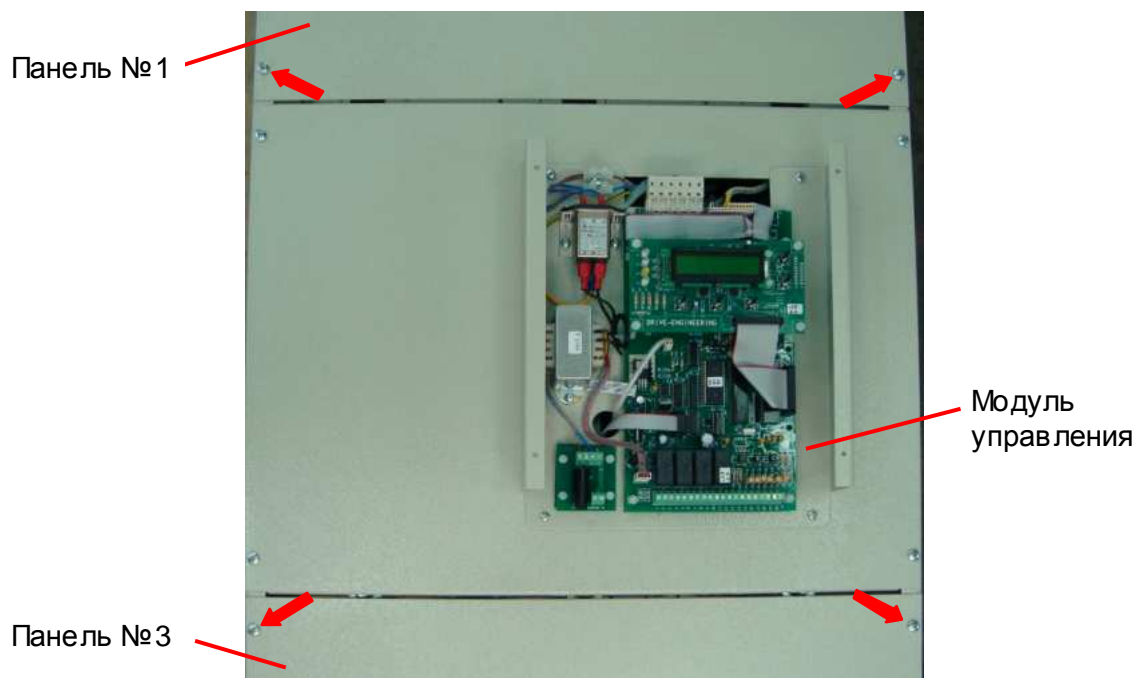

Рис. 7.9
7.1.6. Установить панели №1 и №3, вкрутить четыре винта (рис. 7.9, красные стрелки).